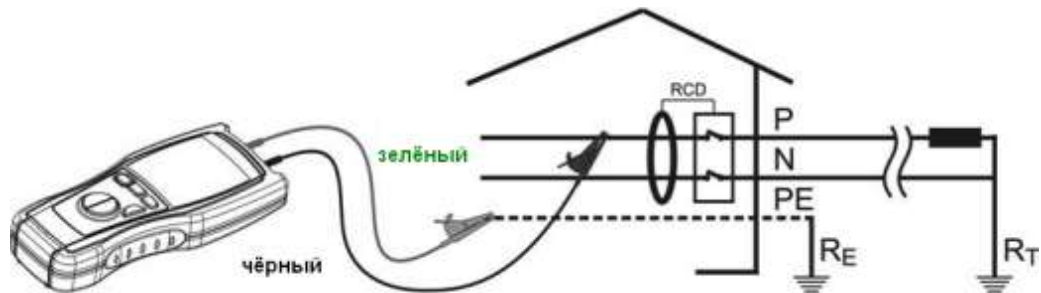

Рис. 11: Схема подключения прибора для измерения времени отключения УЗО (режим RCD)
5. Подключите **зеленый** провод к защитному проводнику РЕ (земля) а **черный** провод – к фазовому проводу в точке отходящей от УЗО защищаемой цепи. (см. **рис. 11**)
5. Подключите тестовый кабель (shuko cable) к розетке электросети, *в точке отходящей от УЗО* защищаемой цепи (см. **рис. 11**). УЗО должно быть включено (при этом на дисплее отображается значение напряжения сети.)